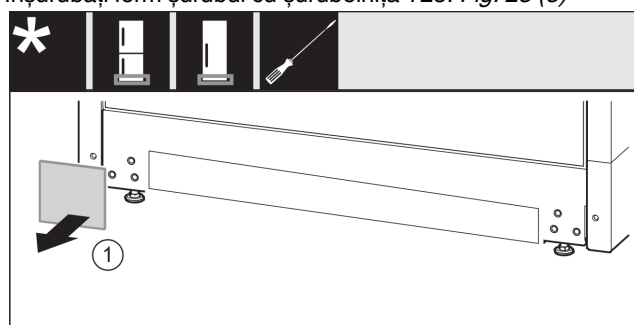

Fig. 24
- ▶ Detașați apărătoarea. Fig. 24 (1)